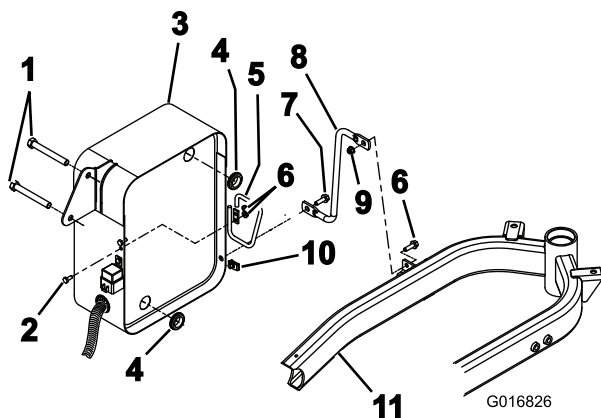

図 4
1. オイルクーラサポートの背面にゴム製ハトメ (2個) を取り付ける (図 4)。
3. ワイヤフォームブレースの上端部をフレームに取り付け、下端部をシリンダマウントに取り付ける；六角ヘッドフランジボルト (5/16 x 1 インチ) (2本)、フランジナット (5/16 インチ) (1個)、ティネマンナット (1個) を使用する (図 4)。
注 3輪駆動キットが取り付けられている場合には、ワイヤフォームブレースは、2本の油圧ホースの間に取り付ける。また、2本のホースが通れるように、オイルクーラサポートの側面にホースワイヤフォームを取り付ける；六角ヘッドボルト (1/4 x 5/8 インチ) (2本) と六角フランジナット (1/4 インチ) (2個) を使用する (図 4)。